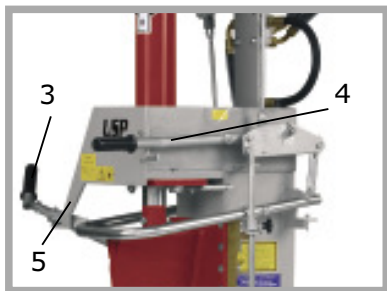

Abb. 5
Werden beide Bedienhebel (3 u. 4) losgelassen, fährt der Hydraulikzylinder in seine Ausgangstellung zurück (siehe Abb. 5). Das Ventil schaltet dabei um und wird, wenn der Hydraulikzylinder ganz nach oben gefahren ist, automatisch in seine Neutralstellung gestellt. Es darf bei fahrendem Spaltkeil auf keinen Fall in den Spaltbereich gegriffen werden.
Dann Zylinder in Transportstellung bringen und den linken Bedienhebel (3) wieder in den Armhalter (5) einhängen (siehe Abb. 5).